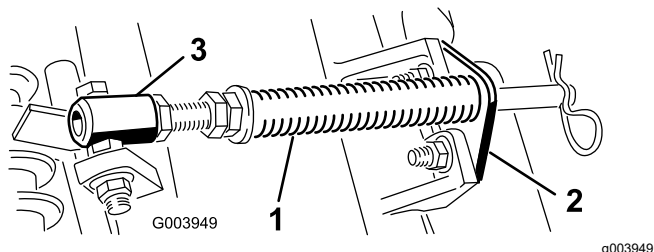

Figura 4
- A. Retire os 2 parafusos e porcas da carroçaria que prendem o suporte da barra aos separadores da unidade de corte (Figura 4).
- B. Retire a porca flangeada que prende o parafuso com cabeça do tubo de mola ao separador da estrutura de suporte (Figura 4) e retire o conjunto.
Nota: Posicione a cabeça do parafuso para o lado exterior do separador como se mostra na Figura 4.